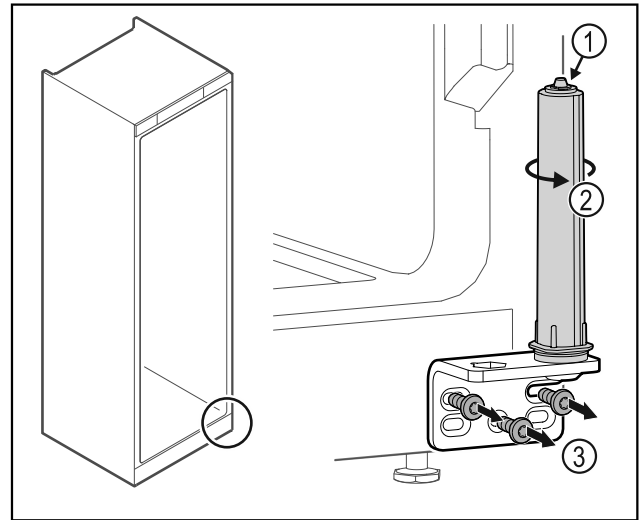

Fig. 39
- Non disassemblare il sistema di chiusura della porta Fig. 39 (1).
- Ruotare il sistema di chiusura Fig. 39 (2) finché non si innesta con un clic.
- Svitare la cerniera angolare Fig. 39 (3).